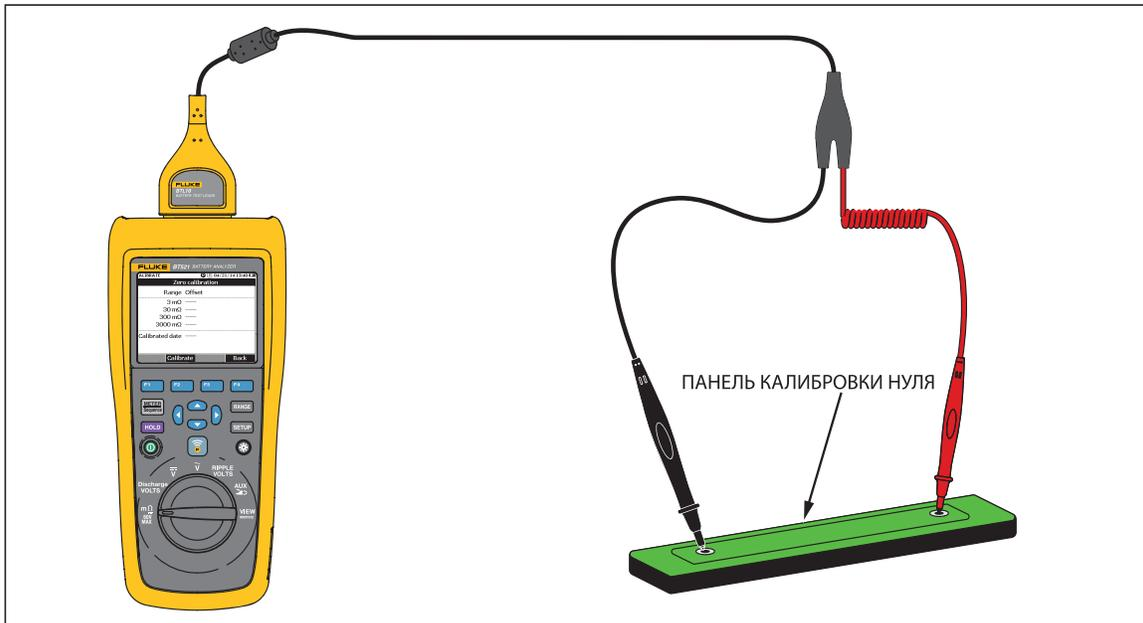

Рис. 4-4. Настройка калибровки нулевой точки
1. Разместите горизонтально на ровной поверхности панель калибровки нулевой точки. См. Рисунок 4-4.